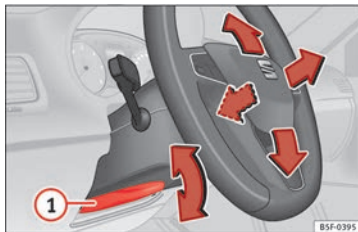

Fig. 19 Levier sur la partie inférieure latérale gauche de la colonne de direction.
• Régler la position du volant : tirez le levier » » **fig. 19** ① jusqu'en bas, déplacez le volant